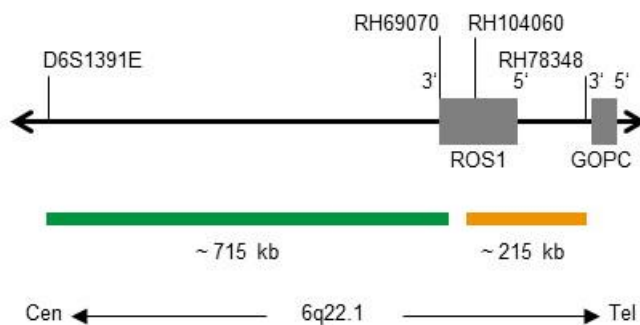

Abb. 1: SPEC ROS1 Sondenlokalisation (nicht maßstabsgetreu)
- ZyGreen (Anregung 503 nm/Emission 528 nm) markierten Polynukleotiden (~10 ng/ $\mu$ l), die gegen Sequenzen in 6q22.1\* (chr6:116,912,298-117,627,255) gerichtet sind, welche proximal zur ROS1-Bruchpunktregion lokalisiert sind (siehe Abb. 1).
- ZyOrange (Anregung 547 nm/Emission 572 nm) markierten Polynukleotiden (~4,5 ng/ $\mu$ l), die gegen Sequenzen in 6q22.1\* (chr6:117,659,135-117,871,701) gerichtet sind, welche distal zur ROS1-Bruchpunktregion lokalisiert sind (siehe Abb. 1).